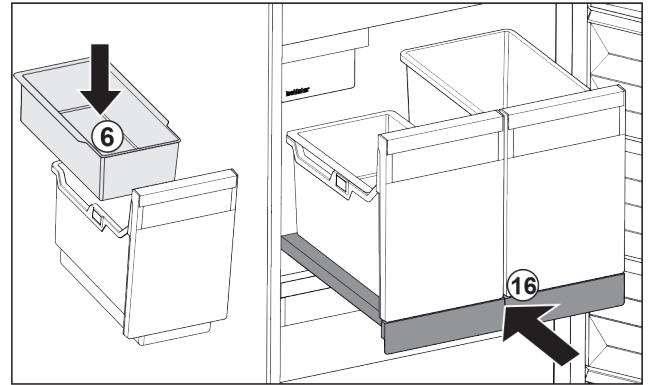

Fig. 125
- ▶ Helyezze be a jégkockák beakasztható tálcáját Fig. 125 (6).
- ▶ Tolja be a kihúzható rácsot a tárolóval (IceTower) együtt. Fig. 125 (16)